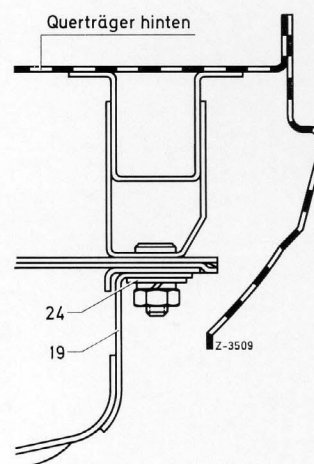

Bild 6
10 Die beiden hinteren Befestigungsmuttern des Kraftstoffbehälters abschrauben. Anschließend hinteren Teil des Unterschutzbleches (19) mit den vorhandenen Sechskantmutter und den Scheiben (24) an den Gewindebolzen der Tankbefestigung anschrauben (Bild 6).